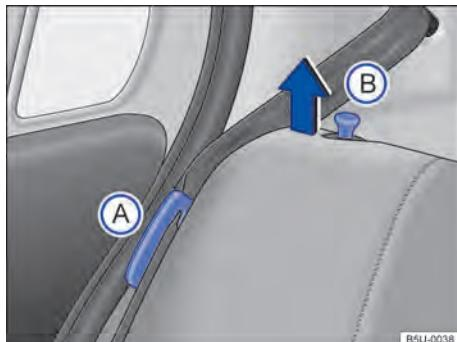
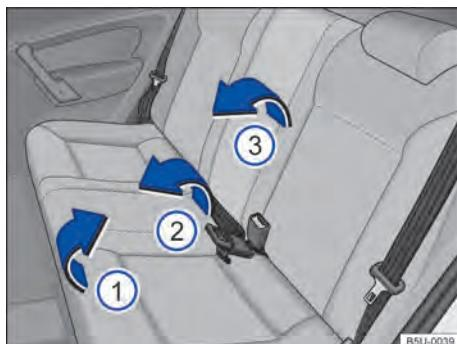

Fig. 57 Banco traseiro: posicionador do cinto de segurança (A) e pino de destravamento do encosto (B).
Fig. 58 Banco traseiro: rebater o banco traseiro.
As figuras → Fig. 57 e → Fig. 58 ilustram, como exemplo, o procedimento para rebater o banco traseiro.
- Encaixar os cadarços dos cintos nos respectivos alojamentos no revestimento lateral → **Fig. 57 A**.
- Puxar o assento pela parte da frente → **Fig. 58 ①** no sentido da seta, para cima.
- Levantar a parte traseira do assento → **Fig. 58 ②** e deslocar totalmente para a frente, de maneira que o assento fique o mais próximo possível do assoalho e do encosto do banco dianteiro.
- Puxar os pinos de destravamento → **Fig. 57 B** e, ao mesmo tempo, rebater parcialmente o encosto do banco → **Fig. 58 ③** e remover os apoios para cabeça → Página 69. Abaixar totalmente o encosto do banco traseiro.
- Encaixar os cadarços dos cintos de segurança nos respectivos posicionadores → **Fig. 57 A**.
- Levantar os pinos → **Fig. 57 B** e, ao mesmo tempo, rebater parcialmente o encosto do banco traseiro → **Fig. 58 ③**.